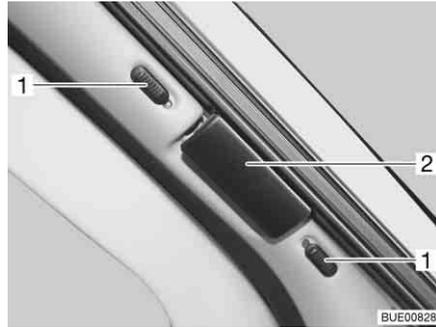

Bild 22 Faltscheibe für die Frontscheibe
- Die beiden Hälften der Faltscheibe am Griff (Bild 22,2) bis zum Anschlag nach außen schieben.
- Die Verriegelungsknöpfe (Bild 22,1) nach unten bzw. nach oben schieben. Wenn der rote Punkt sichtbar ist, ist die Verriegelung offen.